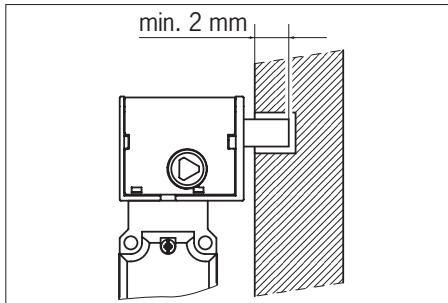

Fig. 1: Interruptor de seguridad TK bloqueado
Al activarse el bloqueo, se despliega el perno de bloqueo. El bloqueo se produce al introducirse el perno, por ejemplo, en una cavidad del marco de la puerta de protección (véase la Fig. 1).
- El perno de bloqueo debe quedar introducido como mínimo 2 mm (véase la Fig. 1).